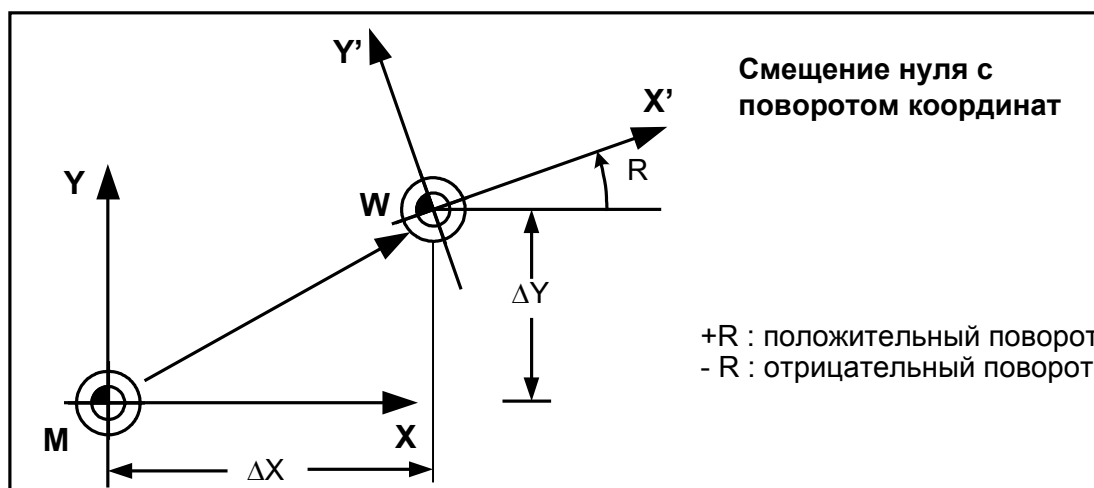

Рис.65.
51. Компенсация положения заготовки, - G138, G139. Инструкция G138 включения компенсации положения заготовки рассоединяет координатную систему Р управляющей программы и координатную систему станка М. Это позволяет адаптировать координатную систему управляющей программы к любому положению заготовки. В процессе выполнения управляющей программы все запрограммированные перемещения будут соотнесены с новой смещенной и повернутой координатной системой заготовки (см. рис.65).